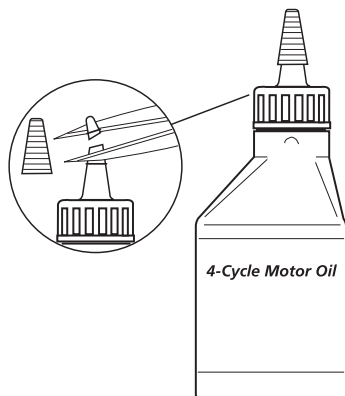

Fig. 15
Su unidad trae una botella de aceite SAE 30 SF, SG, SH de 90 ml (3,4 onzas fluidas) (Fig. 15).
1. Desenrosque la tapa de la botella de aceite y retire el sello de papel que cubre la apertura. Vuelva a colocar la tapa. Corte la punta de la boquilla del embudo (Fig. 15).